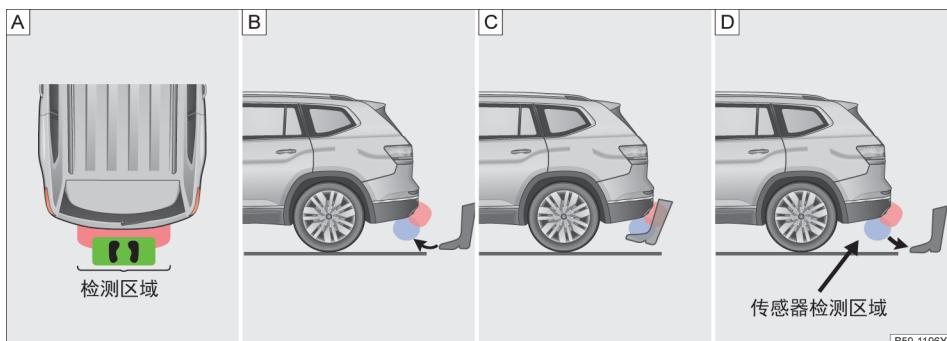

图 65 详细的脚踢步骤
- 1、站到后保险杆前中间位置的有效识别区域内→图 65 [A]
- 2、控制小腿快速踢向行李厢盖→图 65 [B]
- 3、小腿紧紧靠近后保处停止，并且不能触碰到后保→图 65 [C]
- 4、小腿停止后立即收回，并回到踢出位置→图 65 [D]